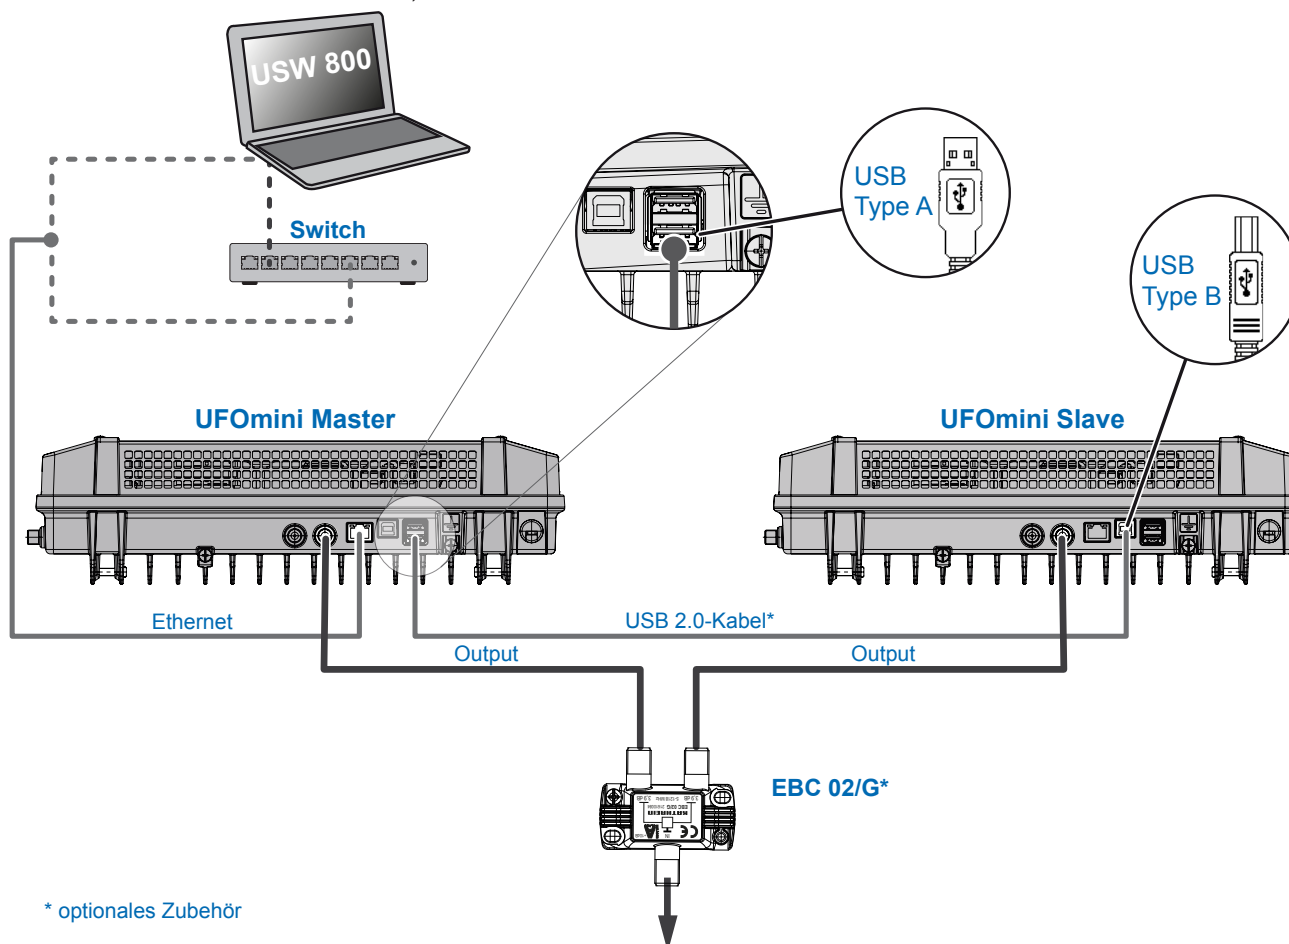

Abb. 4: Verkabelung
2. Schließen Sie den Computer mit einem Ethernet-Kabel1) an die RJ45-Buchse an, bei Bedarf über einen Switch oder Router; siehe Abb. 4, S. 5. Die Kopfstelle arbeitet nun als *Master*.
3. Sollen UFOmini Geräte per UFOlink zu einem System verbunden werden, kaskadieren Sie bitte jedes weitere Gerät mit einem USB 2.0-Kabel nach folgenden Vorgaben: (Abb. 4). Dabei gilt: